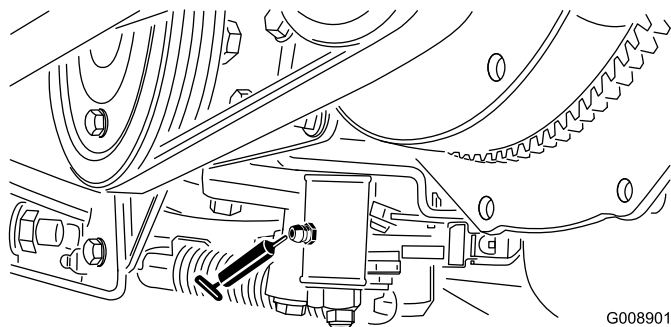

Figura 46
- Meccanismo di regolazione della folle (Figura 46)